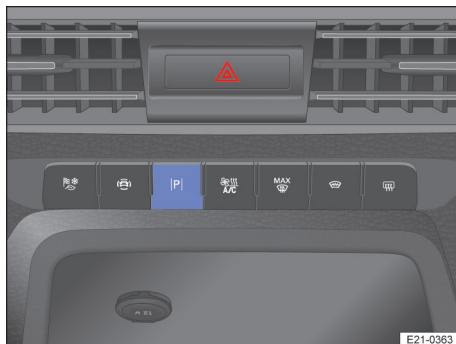

Fig. 126 În consola centrală: câmpul de operare pentru funcțiile de parcare.
Sau: operați câmpul de operare pentru funcțiile de parcare  → fig. 126. Apoi atingeți eventual suprafața de comandă funcției  în sistemul Infotainment.
Sau: operați câmpul de operare pentru funcțiile de parcare  → fig. 126.
1. Acționați câmpul de operare pentru funcțiile de parcare  → fig. 126.